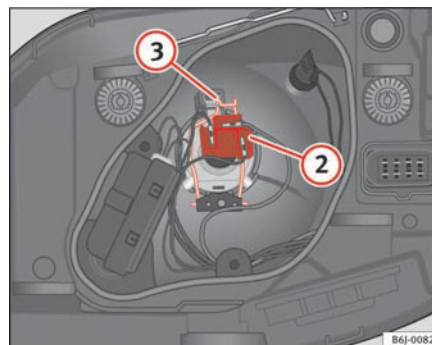

Fig. 139 Nærlys/fjernlys, enkelt forlygte
- Tag stikket ⇒ side 215, fig. 139 ② af pæren.
- Tag fjederen ⇒ side 215, fig. 139 ③ af ved at trykke den ind og dreje den mod højre.